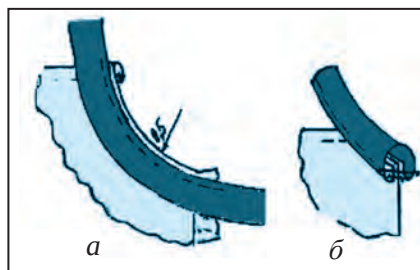

Рис. 48. Обработка шарфовой, поясной и боковой частей фартука.
1. Из одного куска разделённой ленты оставляется 30 см для шарфа, к боковой стороне грудно-передней части прошивается крупной стёжкой одна сторона канта в долю шва 0,5 см, а оставшаяся часть оставляется для пояса (рис. 48, а).
4. По всему шву канта, прошитого крупной стёжкой по всей длине, прострачивается на машине, стёганные нити снимаются (рис. 48, б).